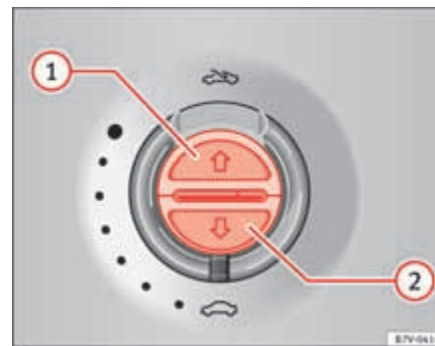

Fig. 63 En el revestimiento interior del techo: teclas para la persianilla parasol.
Abrir por completo (automáticamente):	Pulse la tecla ⇒ fig. 63 1 brevemente.
Detener el funcionamiento automático:	Pulse brevemente la tecla ⇒ fig. 63 1 o ⇒ fig. 63 2 .
Ajustar la posición intermedia:	Mantenga pulsada la tecla ⇒ fig. 63 1 o ⇒ fig. 63 2 hasta alcanzar la posición.
Cerrar por completo (automáticamente):	Pulse la tecla ⇒ fig. 63 2 brevemente.
- *Persianilla parasol*: Dentro de 5 segundos tras el disparo de la función antiaprisionamiento pulse la tecla ⇒ página 111, fig. 63 ② hasta que la persianilla parasol se cierre por completo.